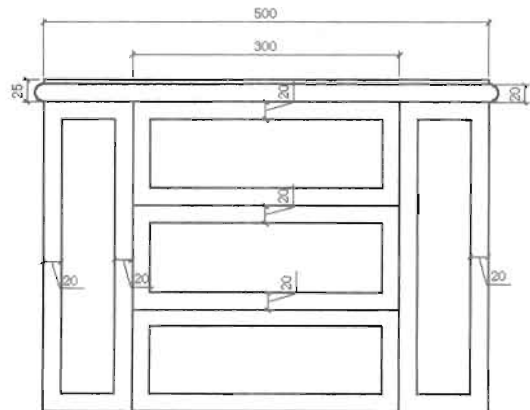
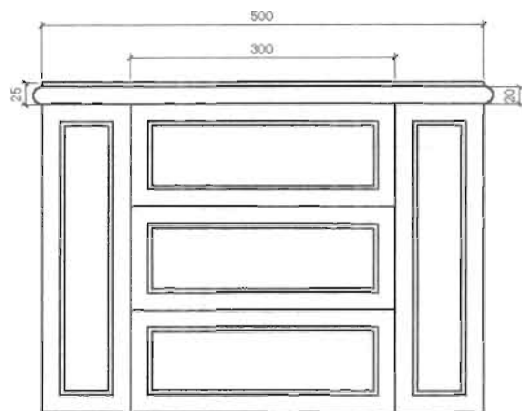

图 10-167
图 10-168
(8) 绘制金色线条。现在的图形有 5 个大的矩形方格, 这个方格是由独立的直线段构成, 为了方便绘制方格中的金色线条, 可以捕捉方格的对角点分别绘制 5 个矩形, 然后将矩形向内偏移 20mm, 如图 10-167 所示。金色线条的宽度为 6mm, 将偏移出来的矩形再向内偏移 6mm 即可, 如图 10-168 所示。